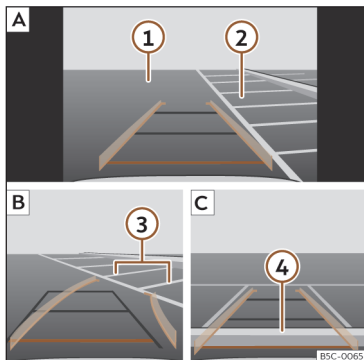

Fig. 152 Visualização no ecrã do sistema de infotainment: estacionar com o assistente de marcha-atrás.
Legenda da >>> **Fig. 152:**
- Posicione o veículo à frente do lugar de estacionamento >>> **Fig. 152 2 A**.